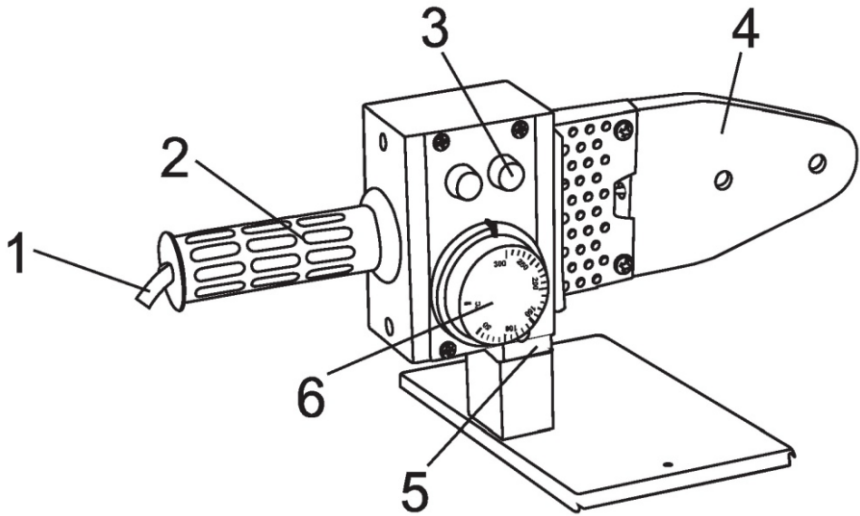

Рис.1
- Установите сварочный аппарат на рабочем столе на подставке (5, Рис.1).
- Зафиксируйте насадки соответствующего диаметра на нагревательную пластину (4, Рис.1). На нагревательную пластину могут быть установлены одновременно 2 насадки. В соответствии со спецификацией устройства, для установки сварочных насадок с внутренним шестигранным винтом нельзя слишком туго затягивать винт. При этом устройство должно быть остывшим. В противном случае можно легко повредить резьбу сварочного инструмента.
- Подключите аппарат для сварки труб к сети 220В/50Гц, при этом загорится красная индикаторная лампочка (3, Рис.1). Поверните регулятор температуры (6, Рис.1), при этом загорится зеленая индикаторная лампочка, которая показывает, что сварочное устройство нагревается.
- Установите необходимую температуру с помощью регулятора температуры (6, рис.1). Температура сварки для различных материалов труб указана в табл.1.